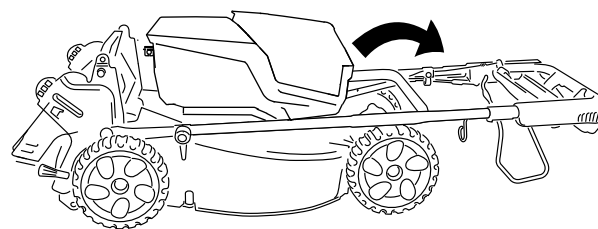

Figura 22
5. Ruotate la porzione superiore della stegola indietro verso il motore; fate riferimento a Figura 22.